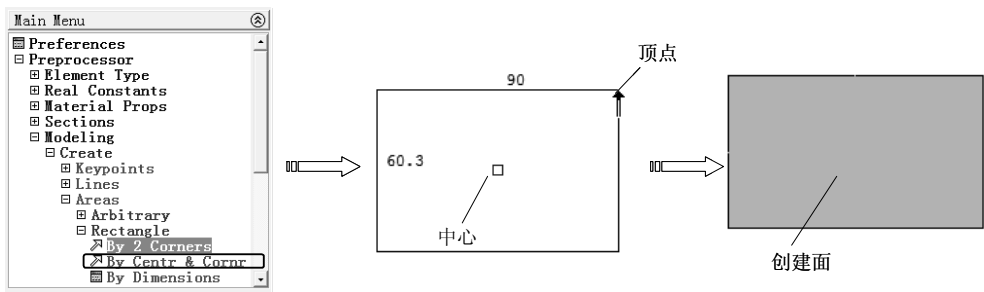

图 2-45 中心和对角点绘制矩形面
(2) 中心和角点绘制矩形面 选择“Main Menu>Preprocessor>Modeling>Create>Areas>Rectangle>By Center & Cornr”命令，弹出“Rectangle by Ctrl, Corner”对话框，在屏幕上单击指定两点，创建矩形面，如图2-45所示。